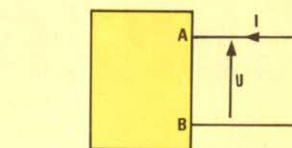

Figure 1
Le document de référence en matière de compatibilité d'accessoires est reproduit à la figure 1.
Considérons le dipôle de bornes A, B de la **figure 1**. Ce dipôle est traversé par le courant I et la tension à ses bornes est U . En tenant compte de l'orientation des grandeurs I et U nous pouvons définir la puissance P reçue par ce dipôle comme étant le produit $P = UI$. Dans cette expression si U est en volts (V), I en Ampères (A), P s'exprime en Watts (W). D'autre part si le produit $P = UI$ est positif le dipôle AB est récepteur si par contre cette puissance P est négative, (ce qui signifie par exemple que le courant sort par la borne A), le dipôle est alors considéré comme générateur.